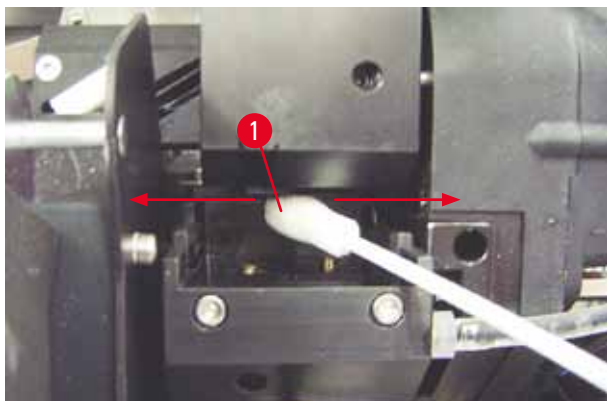

Fig. 51
5. Glisser le bâtonnet de nettoyage avec précaution dans la fente située sous la tête d'impression (→ "Fig. 51"). Appliquer une légère pression vers le haut (sur la tête d'impression) et bouger la mousse d'avant en arrière (env. 10 fois). Cela permet d'éliminer et d'enlever l'encre.